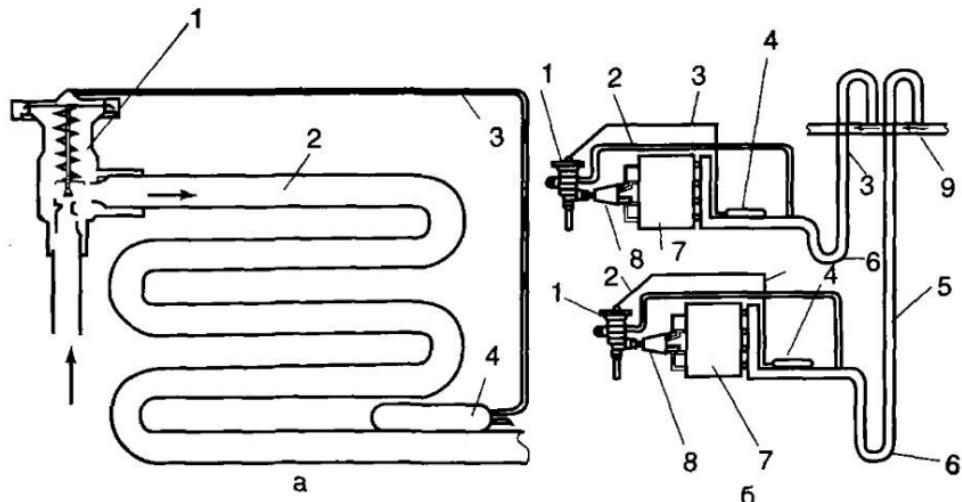

Рис. 132. Монтаж ТРВ:
14.1.1.3. Вентиль частично закрыт из-за перепада давления в испарителе, в результате чего требуется замена на ТРВ с внешним уравниванием (рис. 132).